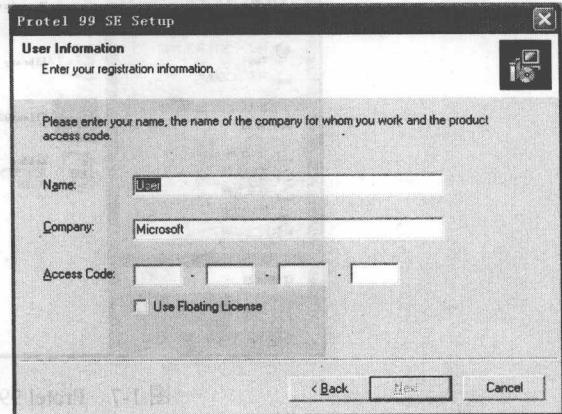

图 1-2 用户注册
(3) 单击【Next】按钮，进入产品注册对话框，如图 1-2 所示。按提示输入用户信息及序列号，单击【Next】按钮。